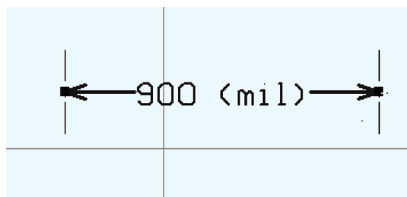

图 5-68 完成的一个尺寸标注
- 3) 移动光标，中间显示的尺寸随着光标的移动而不断地发生变化，到合适的位置单击加以确认，即可完成尺寸标注，如图 5-68 所示。